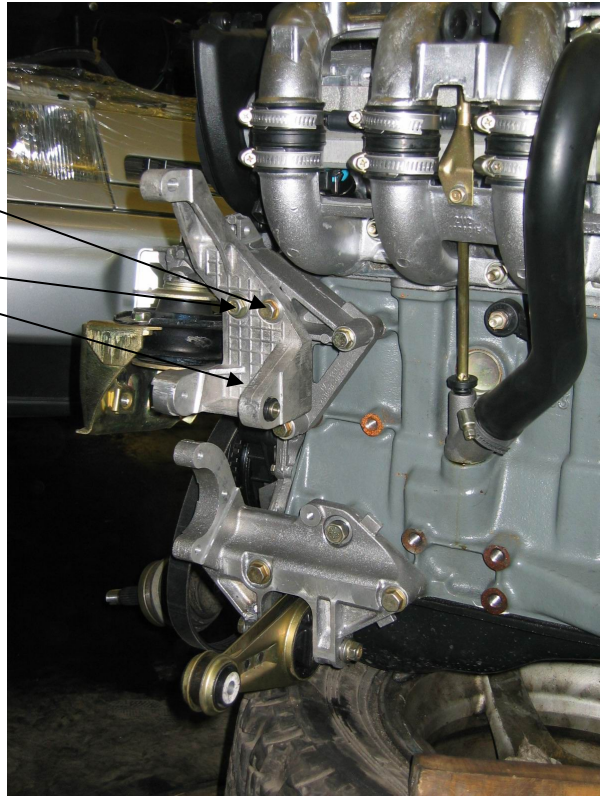

Рисунок 5
2.11 На место крепления генератора установить кронштейн генератора 2110-1041034-10, закрепив его двумя болтами М8х40 и одним болтом М8х85. Болты затянуть крутящим моментом 19,6...24,4 Н·м см. рисунок 5. (При установке 2110-1041034-20 крепление осуществляется на другие точки и другим крепежом).